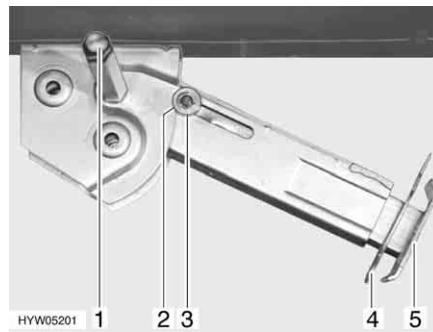

Bild 33 Hubstütze
- Am Sechskant (Bild 33,1) den Steckschlüssel aufstecken und drehen, bis die Hubstütze senkrecht nach unten steht.
- Splint (Bild 33,4) aus der Stützfußverlängerung (Bild 33,5) herausziehen.
- Am Sechskant (Bild 33,1) den Steckschlüssel aufstecken und drehen, bis die Hubstütze wieder vom Boden frei ist.
- Stützfußverlängerung (Bild 33,5) ganz einschieben und Splint (Bild 33,4) in die vorgesehene Bohrung an der Stützfußverlängerung stecken.
- Mit Steckschlüssel am Sechskant (Bild 33,1) drehen, bis Hubstütze nach oben geschwenkt und die Führungsscheibe (Bild 33,3) vollständig in die Kerbe (Bild 33,2) eingefahren ist.